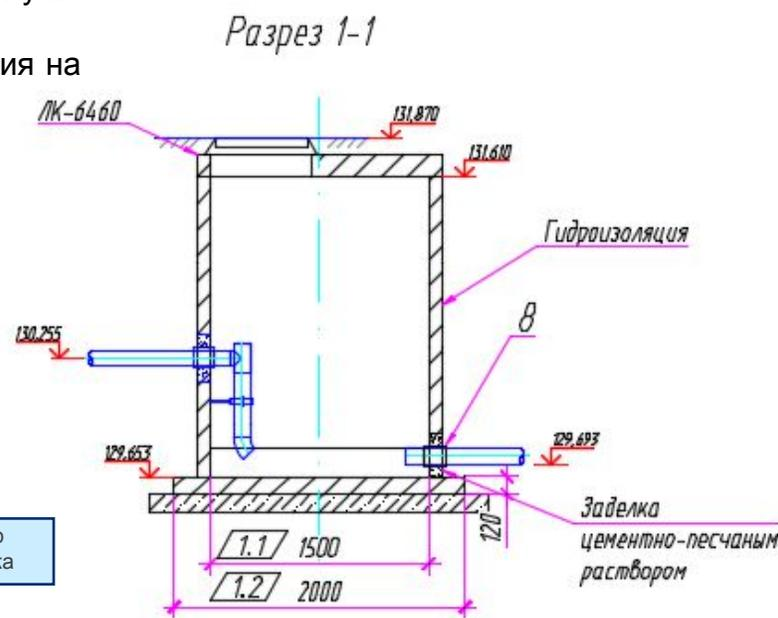

Рис. 1
- 04** Для визуализации отображения измененных участков графических изображений, текста, размеров допускается помечать их знаком параллелограмм с номером изменения и номером участка внутри. Обводить и перечеркивать измененные участки не требуется (см. рис. 1)